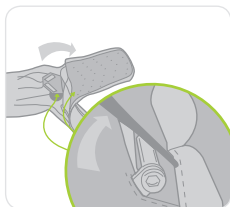

Figure 9
- Ouvrez la fermeture éclair du panneau arrière du sac à dos et vérifiez que le connecteur du harnais n'est pas endommagé, déformé, corrodé ou fissuré. Vérifiez que le boulon de fixation est bien vissé (voir Figure 9). En cas d'endommagement visible, n'utilisez pas le dispositif. Mettez le Latchways PRD hors service et consultez Latchways.